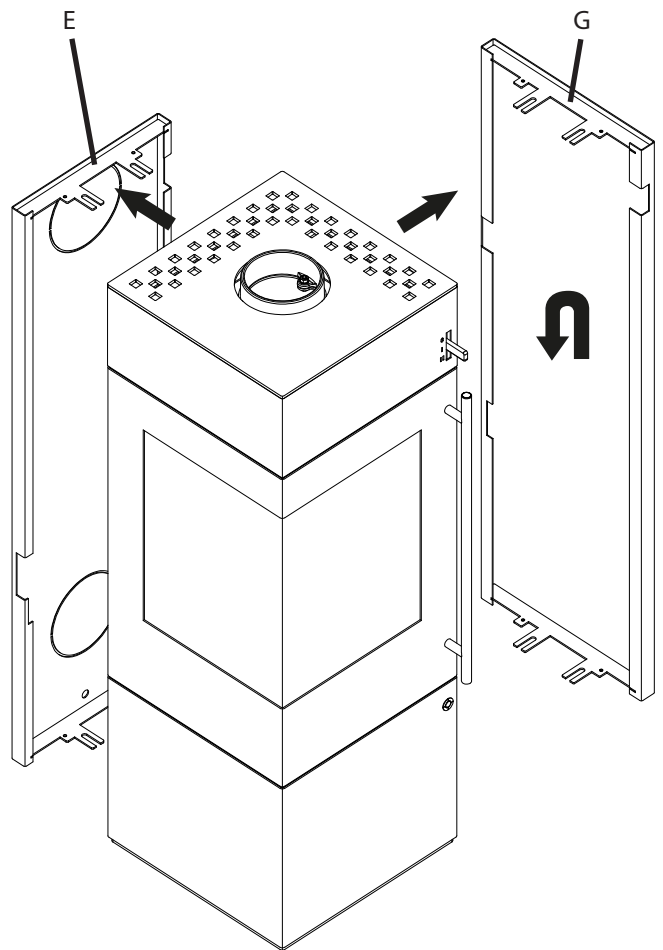

Fig.3
- Achterwand (E) en zijwand (G) afnemen en verwisselen (zie Fig.3+4).